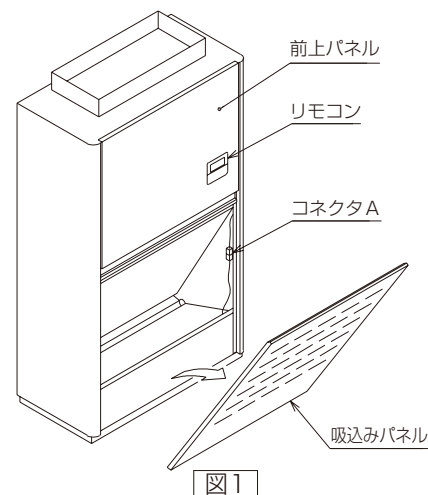

図1
(4) 前上パネル、吸込みパネルを取外しと逆の手順で取付けてください。・・・図1